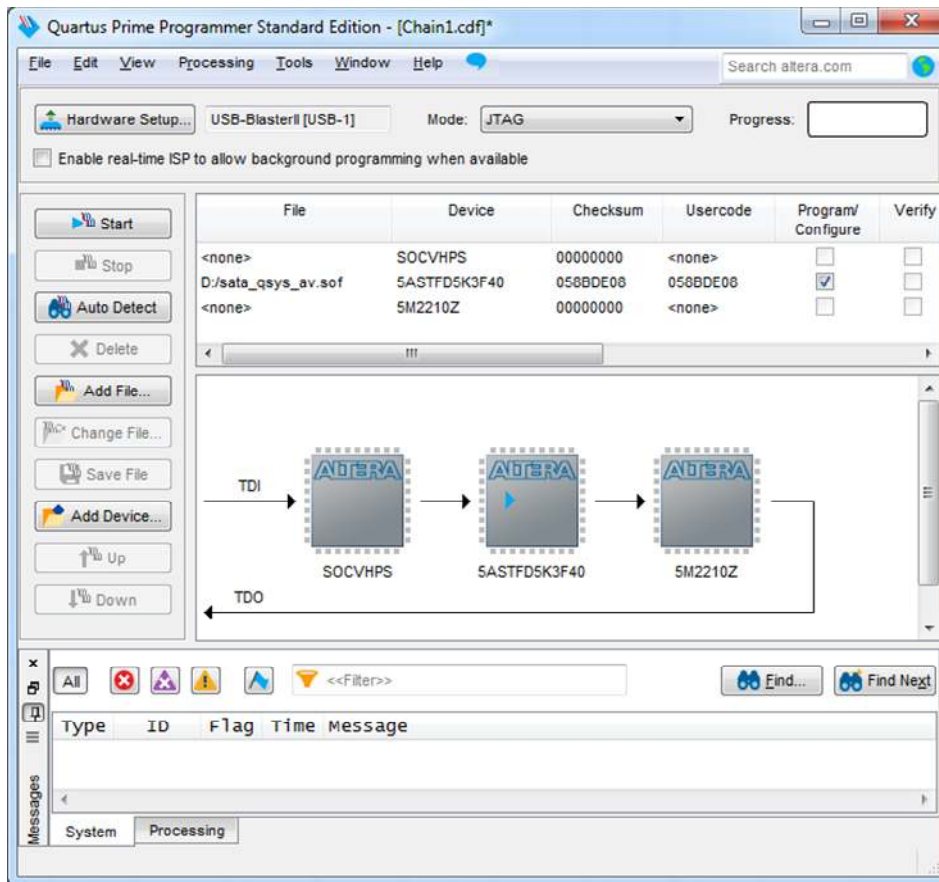

図 1-13 プログラマからコンフィグレーションを実行
- QuartusII プログラマを起動し図 1-13 のように SOF ファイルをダウンロードします。